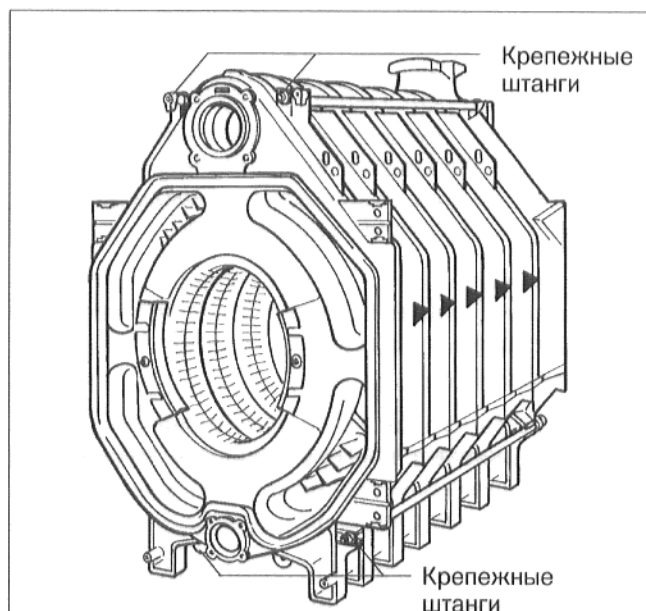

Рис. 14
- Вставить крепежные штанги слева и справа, сверху и снизу в чугунные кулачки (рис. 14) около ступиц котла.